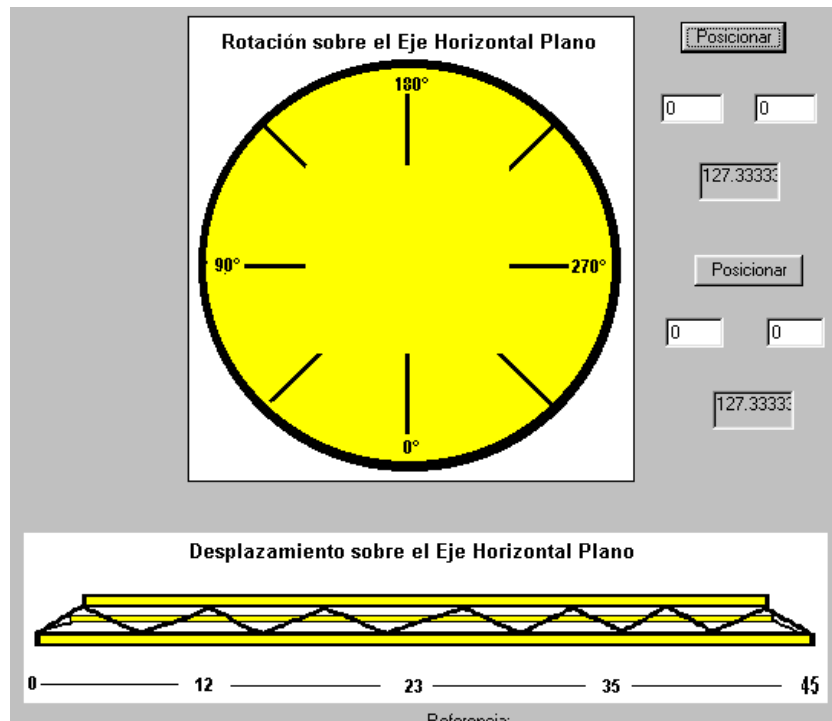

Figura 17. Simulación en tiempo no real
- Simular en Tiempo No Real, se activaran los botones con etiquetas Posicionar. El que se encuentra en la parte superior izquierda de la ventana permiten posicionar el brazo de la grúa y el que se encuentra en la parte media de la ventana permiten el desplazamiento del carro sobre el brazo de la grúa. En los cuadros de textos activados se especifica un supuesto error y una posible deriva del error, para ambos casos, luego se da clic con el botón izquierdo del mouse en el botón “*Posicionar*” y el controlador automáticamente posiciona tanto el brazo de la grúa, como el carro que se desplaza en dicho brazo. Tal como se observa en la Figura 17.